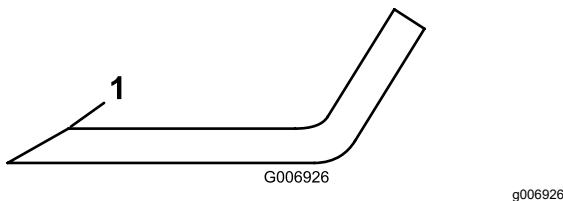

Figura 76
4. Controllate i taglienti di tutte le lame, Affilateli se sono smussati o scheggiati, affilate solo la parte superiore del tagliente e mantenete l'angolo di taglio originale per garantire l'affilatura (**Figura 76**).